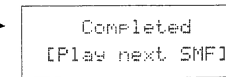

fig. 6
- 7) If the value is correct press the [REC] button. Be sure never to cut off the power until the display in fig. 6 has appeared.
- 7) 値が正しければ、[REC]ボタンを押す。画面にfig. 6が表示されるまで、絶対に電源を切らないこと。
- 9) Once all files have been loaded, the display in fig. 6 appears. Turn the power off and then on again to set Test Mode. While in Test Mode adjust the bender and ribbon sensor and make the factory presettings. Reload the user data from the backup copy.
- 9) すべてのファイル転送が終了した時、画面にはfig. 6が表示されている。いったん電源を切り、テストモードに入る。テストモードで、ベンダーとリボンセンサーの調整と、ファクトリープリセットを行う。バックアップしておいたユーザーデータを再ロードする。